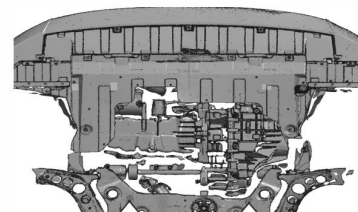

Рис.4
5. В отверстия с штатной резьбой вкрутить на 2-3 оборота болты М6х35 с шайбами 6 и 8 (В) (рис.4).